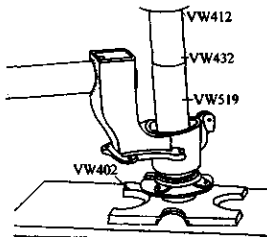

图 3-158 压入轮毂
3) 在轮毂花键和轴承颈上涂上润滑脂, 然后压入轴承内, 如图 3-158 所示。注意: 压入轮毂时, 专用工具 VW519 只能顶住内轴承的内圈。